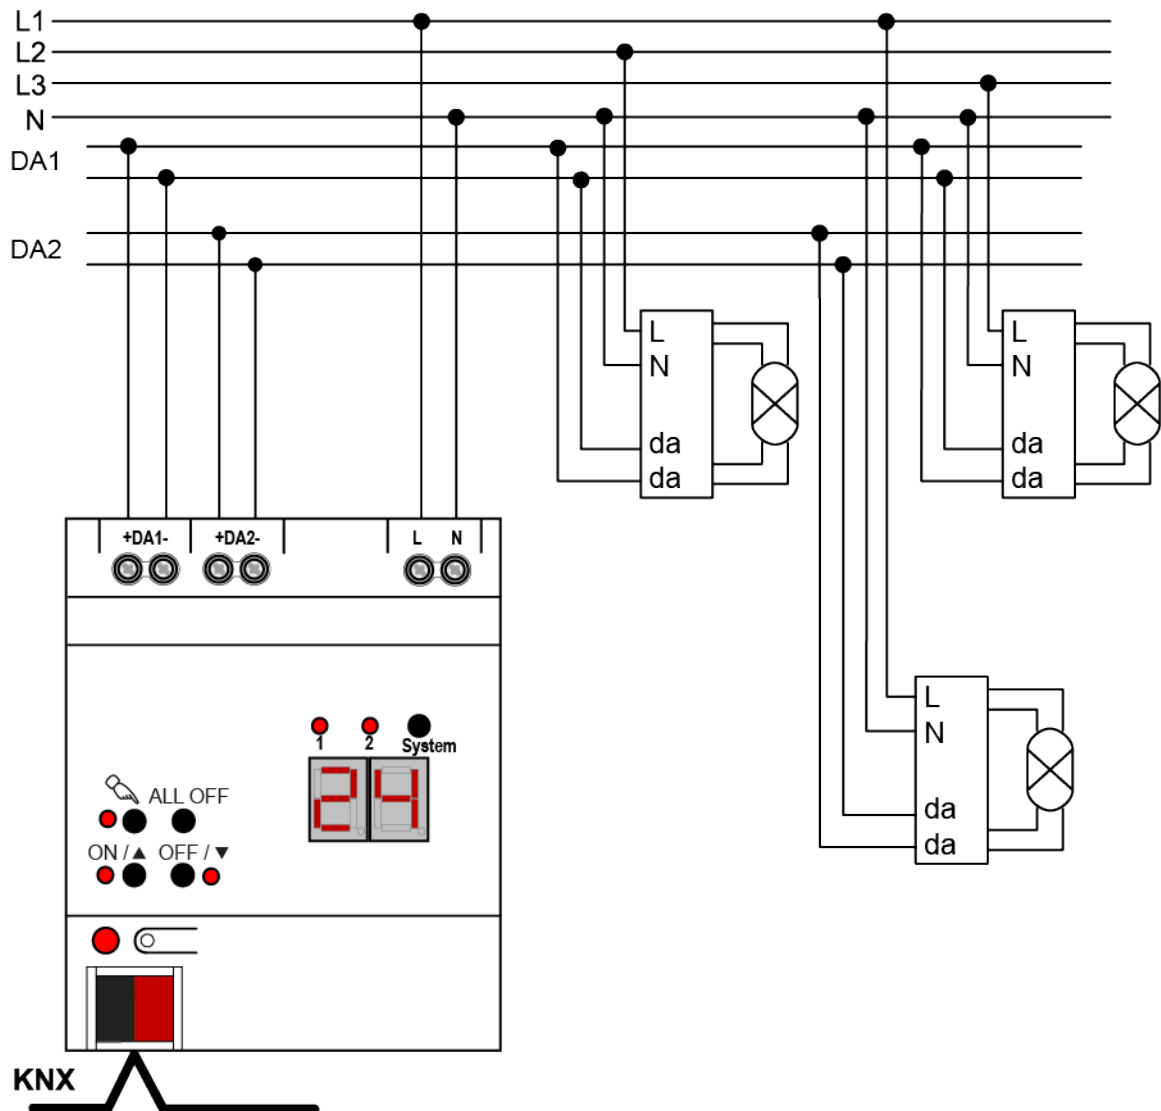

Bild 2: Anschlussbeispiel DALI-Gateway 2fach
- Gerät gemäß Anschlussbeispiel anschließen (siehe Bild 2)